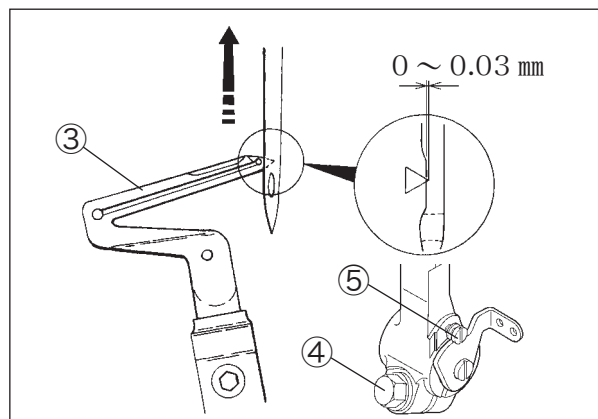

図 6-25
1. 針の高さを確認してから、針棒抱きの止ネジ①を締めてください。(P28「6.9.1 針の高さ」参照)
3. 下ルーパーの前後位置を調節したとき、下ルーパーの引け量を確認してから、図 6-25 の止ネジ④を締めてください。
4. 蓋ネジ②を取り付けるときは、液体ガスケットを塗布してください。